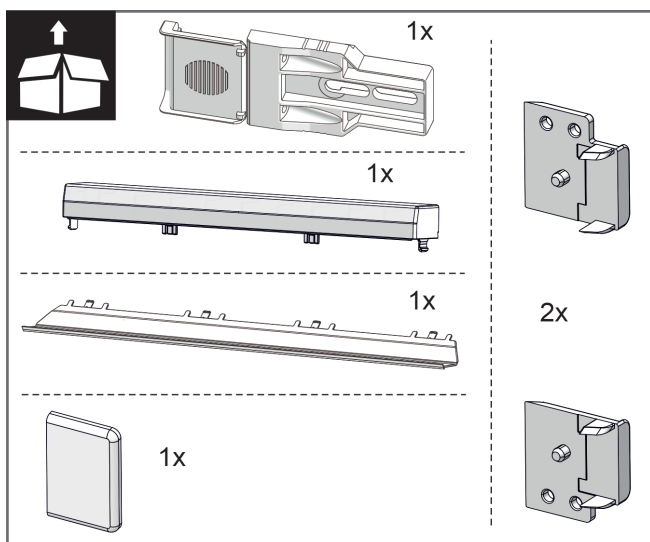
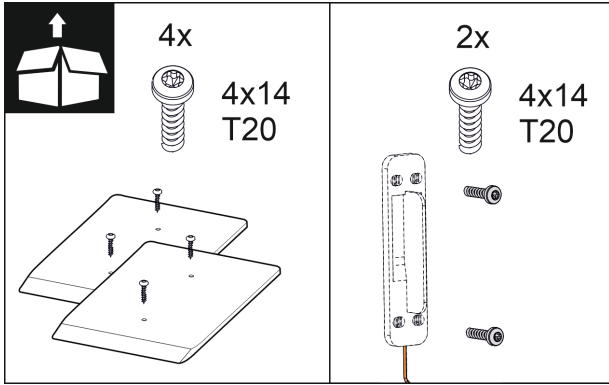

Fig. 10
Fig. 16
2. Oheispakkauksen asennusosat tarkastetaan. Fig. 10 () - Fig. 16 ()
Oheispakkauksen asennusosat Fig. 10 () - Fig. 16 ()